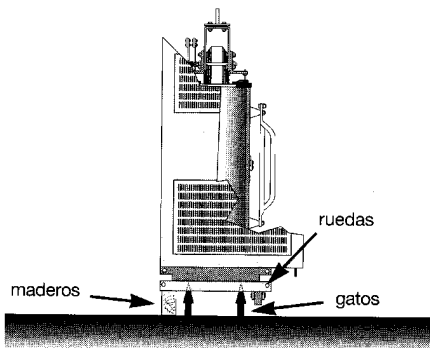

Figura 2.
- Elevación con carretilla elevadora (figura 2).